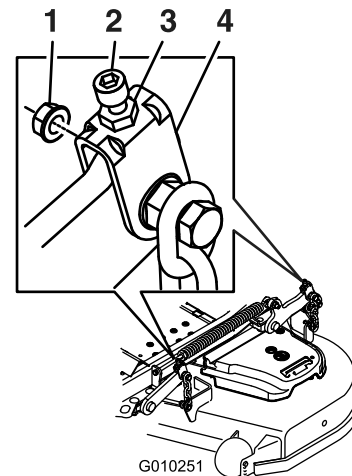

Figure 88
10. Le cas échéant, desserrez l'écrou Whizlock sur le côté de la chape et l'écrou de blocage sur le dessus. Ajustez précisément la vis de réglage en la tournant jusqu'à obtention de 7,6 mm (3 po) de hauteur (voir Figure 88).
16. Ajustez précisément la vis de réglage en la tournant jusqu'à obtention de 8,3 mm (3-1/4 po) de hauteur (Figure 88).